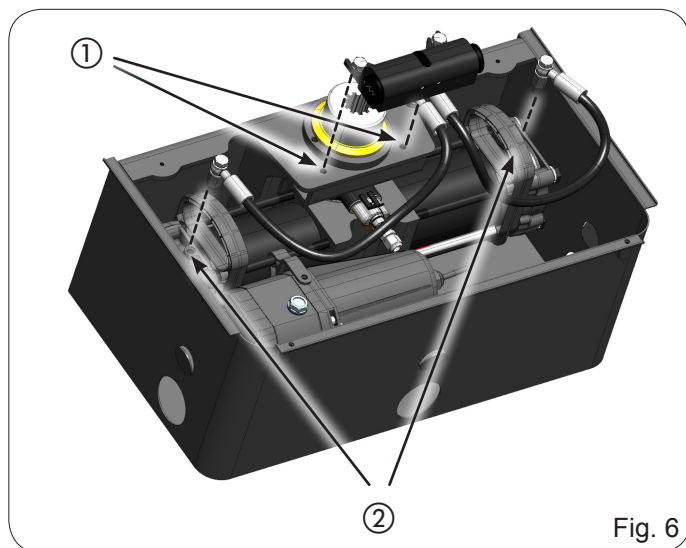

Fig. 6
- Fije el sistema de desbloqueo por medio de los dos tornillos M8 suministrados (Fig. 6 ref. ①)
- Una vez instalado el operador, fije el sistema de desbloqueo con los dos tornillos M8 suministrados en dotación (Fig. 6 ref. ①)
- Retire los racores de purga instalados en el operador y seguidamente conecte los racores suministrados con el sistema de desbloqueo (Fig. 6 ref. ② y Fig. 1 ref. de ⑤ a ⑨), atornillándolos con un par de apriete máximo de 20Nm y sin apretar completamente el conjunto racor/contratuera en la brida. Una vez fijado el racor, apriete la contratuera (ref. Fig. 7).
- Bevestig het ontgrendelingsmechanisme met behulp van de twee bijgeleverde schroeven M8 (Fig. 6 ref. ①)
- Installeer de aandrijving, bevestig het ontgrendelingssysteem met de twee bijgeleverde schroeven M8 (Fig. 6 ref. ①).
- Verwijder de ontluchtingsaansluitingen die op de aandrijving zijn geïnstalleerd, en sluit de bij het ontgrendelingssysteem geleverde aan (Fig. 6 ref. ② en Fig. 1 ref. ⑤ tot ⑨), en draai ze vast met een koppel van maximaal 20Nm, en draai in ieder geval het geheel aansluiting-vergrendelingsmoer op de flens niet helemaal vast. Draai als de aansluiting is bevestigd de vergrendelingsmoer vast (ref. Fig. 7).